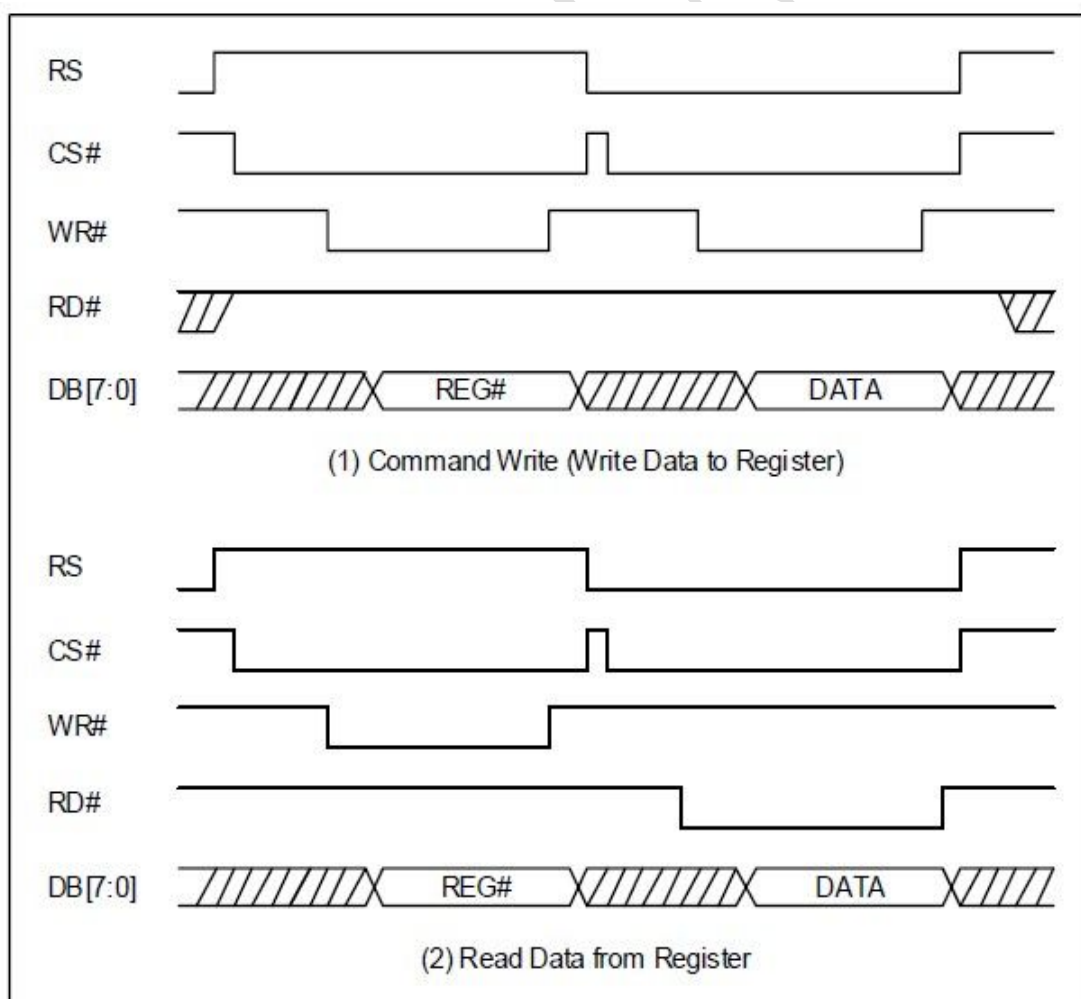

图 2-23：「指令写入到寄存器」与「寄存器读取」
CJT05601 有数十个指令寄存器，当要针对某指令寄存器进行写入指令时，首先必须执行「指令写入周期」，包括先写入寄存器位置，然后再以「数据写入周期」将数值写入该寄存器。因此，指令写入」意指「将数据写到寄存器当中」，在前述两个动作执行后，数值数据（指令）将被写入到该寄存器，相关时序请参考图 2-23 内的 (1)。
若要读取寄存器中的内容值，则第二个数据传输周期为「数据读取周期」，请参考图 2-23 内的 (2)。需注意的是图 2-23 是以 8080 的传输接口来举例。